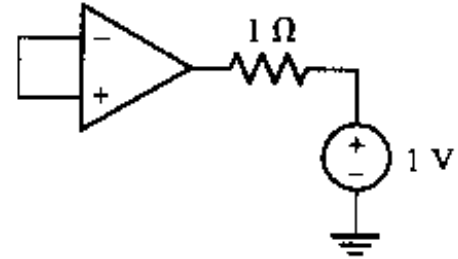

图 6.49
37. 使用图 6.49 所表示的电路结构,确定 μA741 和 LF411 的输出电阻。改变电源电压,看是否会影响仿真结果。